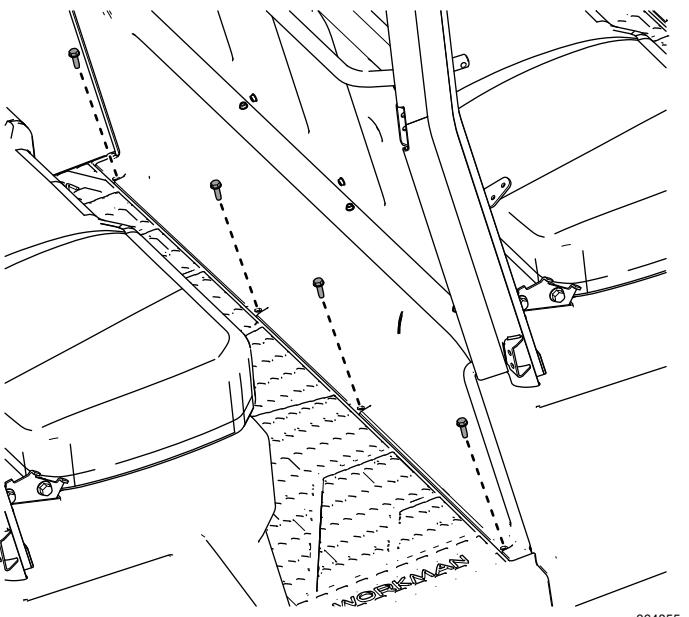

Bild 57
24. Befestigen Sie die Unterseite der Bodenwanne mit den zuvor entfernten vier Sechskant-Scheibenkopfschrauben (5/16" x 1") wie in Bild 57 dargestellt.